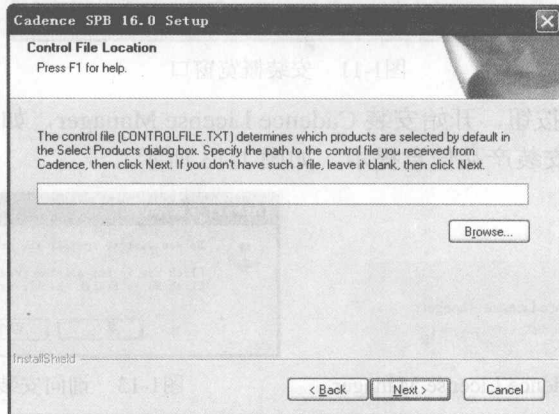

图1-17 【Control File Location】对话框
(13) 单击 **确定** 按钮，出现【Control File Location】对话框，如图 1-17 所示。